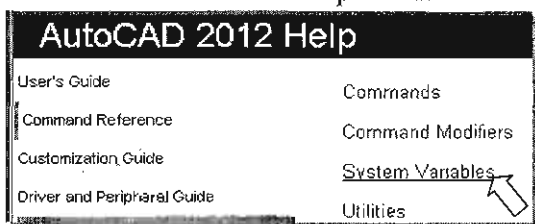

Рис. 1.25. Справка по системным переменным
Список системных переменных и их значения можно найти, вызвав окно справки (рис. 1.25) в разделе **Command Reference** (Справочник команд) в подразделе **System Modifiers** (Системные переменные).
1. Щелкните мышью на кнопке  Zoom Real time (Зумирование в реальном времени), расположенной на стандартной панели инструментов (рис. 1.25). На экране появится изображение курсора в виде лупы со знаком плюс минус ( $\pm$ ) около нее.